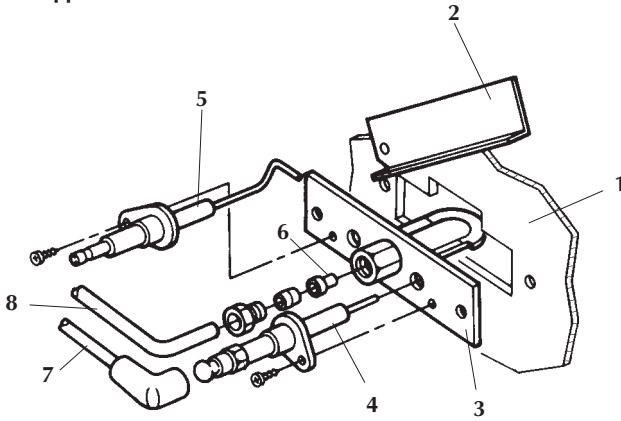

Abb. 8a
6.03 Gruppe Zündbrenner (Abb. 8a - 8b)